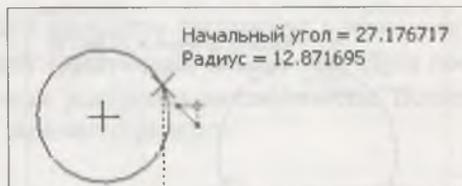

Рис. 6.9. Построение дуги по двум точкам
- ◆ укажите курсором начальную точку t1 дуги. Сдвиньте курсор в правую сторону от точки t1. Фантом дуги будет строиться по часовой стрелке (рис. 6.9). Сдвиньте курсор в левую сторону — фантом будет строиться против часовой стрелки (см. построение Автолинии в уроке 5);